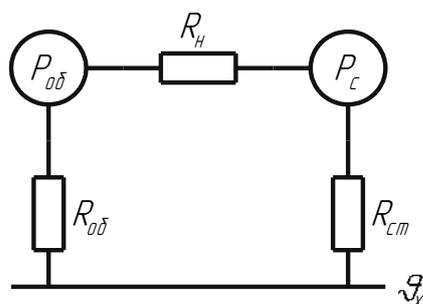

рис. 5
5. Определить температуру обмотки  $\theta_{об}$  и температуру стали сердечника якоря  $\theta_я$  по схеме замещения (рис.5), если известны следующие параметры: